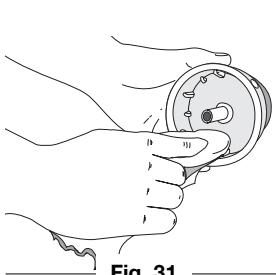

Fig. 31
- Use un paño limpio para limpiar el carrete interior, el resorte, el eje y la bobina exterior (Fig. 31).